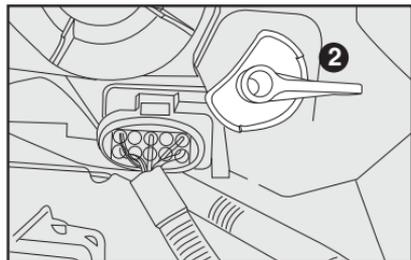

fig. 107
**Posición 2-fig. 107** - vehículo a plena carga.